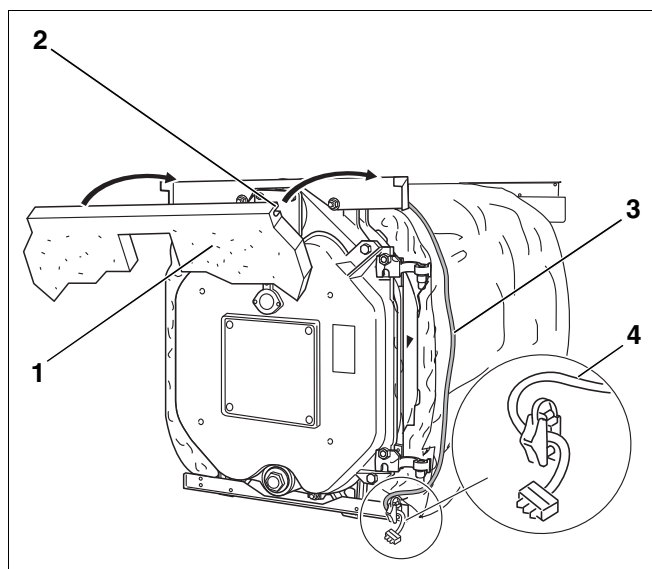

Fig. 34 Montaggio – Isolamento termico anteriore
- ▶ Spingere l'isolamento termico anteriore (fig. 34, [1]) con l'intaglio (fig. 34, [2]) sulla piegatura anteriore della traversa superiore.
- ▶ Far scendere lateralmente il cavo del bruciatore (fig. 34, [3]) sull'isolamento termico del blocco caldaia.
- ▶ Fissare il fermo antitrazione del cavo del bruciatore, con due viti, alla traversa inferiore (fig. 34, [4]).